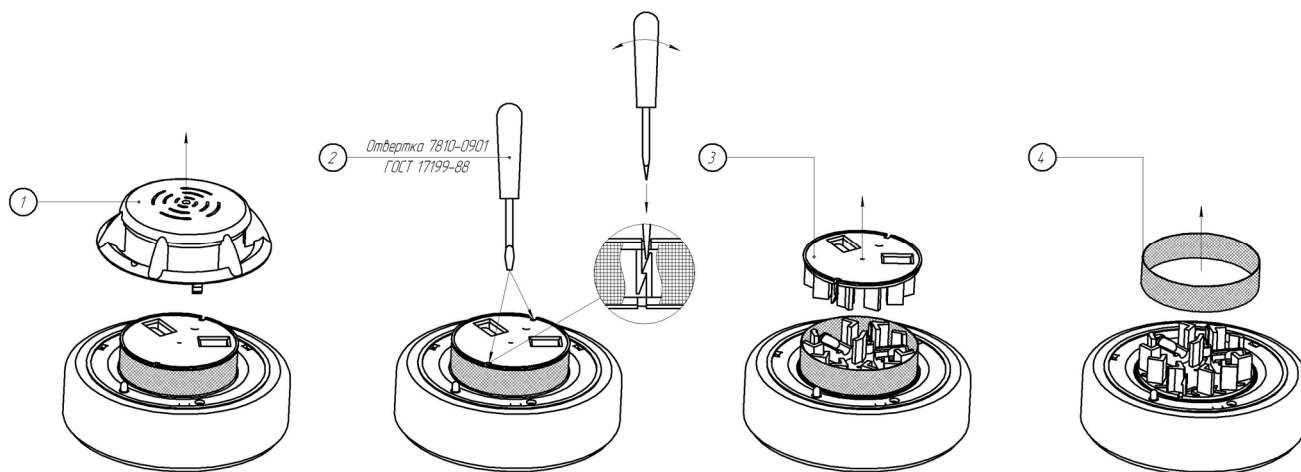

Рисунок 3
3.3 Для проверки работоспособности извещателя следует ввести в контрольное отверстие в верхней крышке (поз.1 рис.3) щуп (штырь диаметром 0,5 - 1,0 мм, длиной 3 - 4 см). После 3-4 вспышек светодиод должен светиться постоянно.